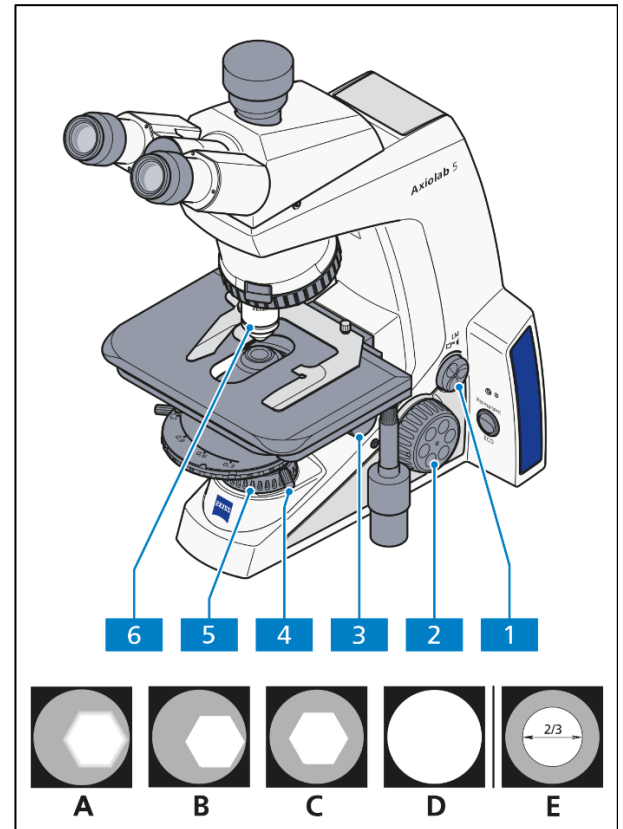
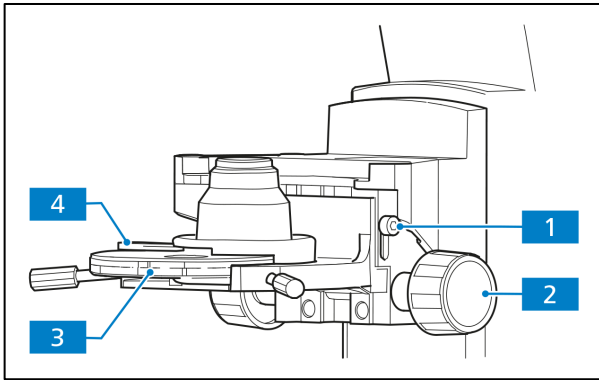

Abb. 4-3 Mikroskopeinstellungen im Durchlicht-Hellfeld
Abb. 4-4 Höhenanschlag am Kondensorträger einstellen
(3) Durchlicht-Hellfeld nach KÖHLER einstellen
- Bildhelligkeit mit Regler für Lichtintensität/LM (Abb. 4-3/1) am Mikroskopstativ einstellen.
- Falls Kondensoren mit schwenkbarer Frontlinse eingesetzt werden, diese bei Objektiven $\geq 10\times$ in den Strahlengang einschwenken und Kondensator mit Rändelknopf für Höhenverstellung (Abb. 4-3/3 bzw. Abb. 4-4/2) bis an den oberen Anschlag stellen. Der Anschlag muss so eingestellt sein, dass das Präparat nicht durch den Kondensator ausgehoben wird (Einstellen des Kondensoranschlages, siehe Abschnitt 4.2.1 (4)).
- Bei Kondensoren mit Revolver-/Modulatorscheibe mit Rändelring (Abb. 4-4/3) Position **H** (oder **B** = Hellfeld) einstellen.
- Objektiv 10x am Objektivrevolver (Abb. 4-3/6) einschwenken und mit Fokussiertrieb (Abb. 4-3/2) fokussieren.
- Leuchtfeldblende (Abb. 4-3/5) so weit schließen, dass sie im Sehfeld (auch unscharf) sichtbar wird (Abb. 4-3/A).
- Kondensor mit Kondensortrieb für Höhenverstellung absenken, bis der Leuchtfeldblendenrand hinreichend scharf erscheint (Abb. 4-3/B).
- Leuchtfeldblendenbild mit beiden Zentrierschrauben (Abb. 4-3/4) am Kondensorträger zentrieren (Abb. 4-3/C) und anschließend die Leuchtfeldblende so weit öffnen, dass der Blendenrand gerade aus dem Sehfeld verschwindet (Abb. 4-3/D).
- Zur Aperturblendeneinstellung (Kontrast) ein Okular aus dem Tubusstutzen herausnehmen und mit bloßem Auge in den Stutzen hineinschauen. Aperturblende mit dem Stellhebel (Abb. 4-4/4) auf ca. $2/3$ - $4/5$ des Durchmessers der Objektivaustrittspupillen einstellen (Abb. 4-3/E). Diese Aperturblendeneinstellung bietet in den meisten Anwendungsfällen den besten Kontrast bei fast voller Auflösung und damit für das menschliche Auge den günstigsten Kompromiss.
(4) Höhenanschlag am Kondensorträger einstellen
- Feststellschraube (Abb. 4-4/1) des Höhenanschlags mit Innensechskantschlüssel (SW 3) lösen.
- Leuchtfeldblende zuziehen und durch Höhenverstellung (Abb. 4-4/2) des Kondensors scharf abbilden.
- Befestigungsschraube (Abb. 4-4/1) des Höhenanschlags anziehen.